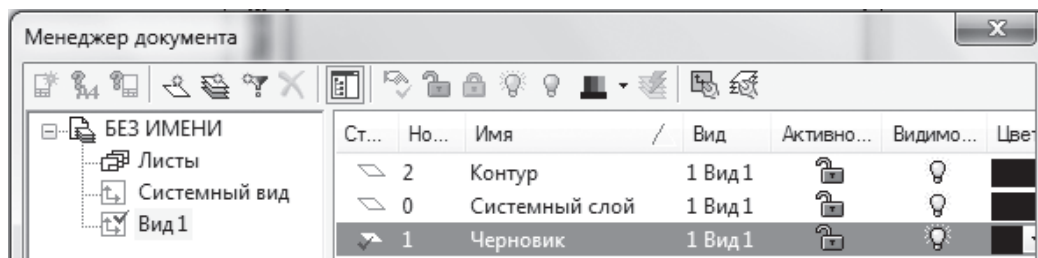

Рис. 136
3. Сформировать на *Виде 1* слои (*Черновик*, *Контур*) — рис. 136.